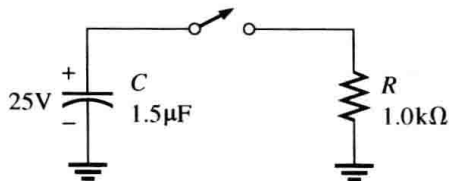

图 9-68
28. 图 9-68 中电容器充电到 25V , 求开关闭合后下列时间的电容器电压。
41. 在图 9-68 中 C 放电到 3V 需要多长时间?